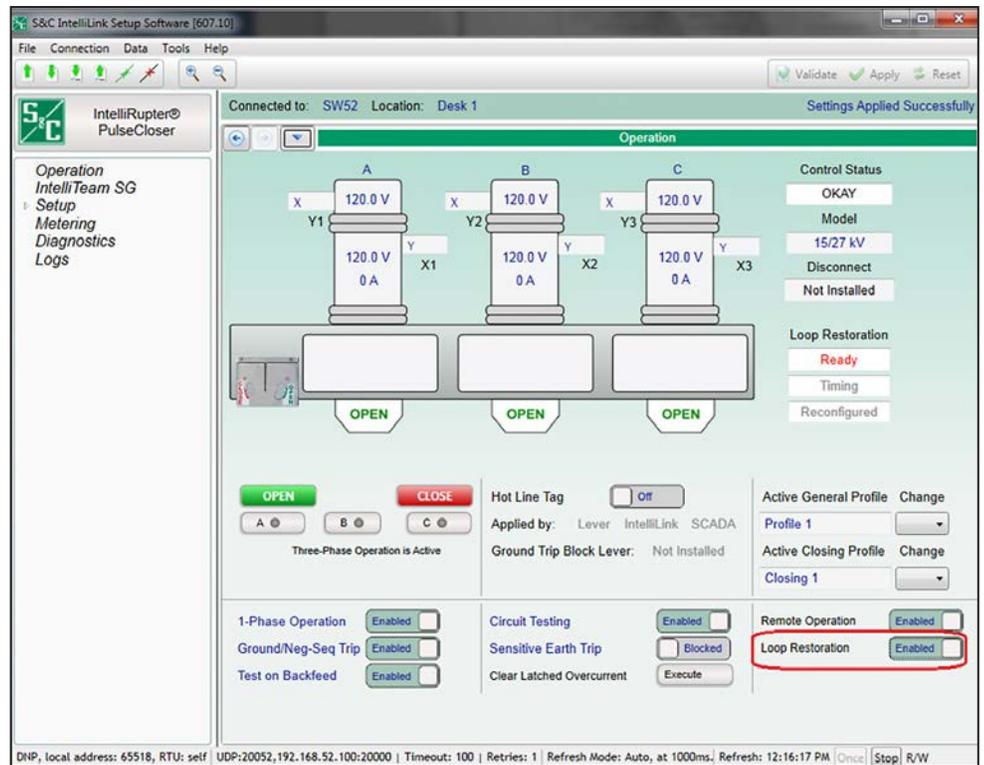

Figura 83. Um comando na tela *Operation* pode habilitar ou desabilitar o modo **Recomposição do Anel**.
- O modo **Recomposição do Anel** pode ser habilitado ou desabilitado por um comando do software IntelliLink na tela *Operation*. Ver Figura 83 na página 153.